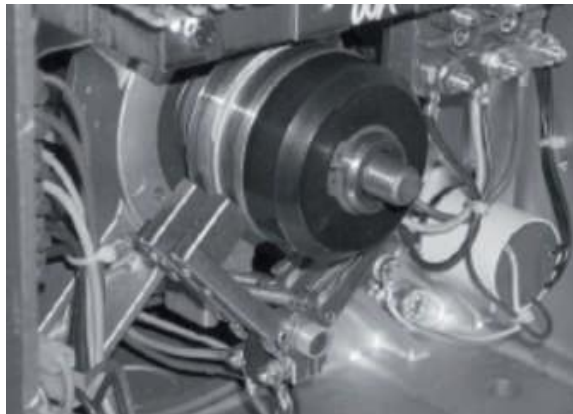

Abb. 7-2: Bürste
- Bei den Generatoren PTO 27 TA und PTO 38 TA (Abb. 7-2(1)) müssen die Bürsten mindestens 10 mm aus dem Bürstenhalter herausragen.
- Beim Generator PTO 18 TA (Abb. 7-2(2)) die Muttern abschrauben und den Bürstenhalter entfernen; die Bürsten müssen mindestens 4 mm herausragen.
①
②